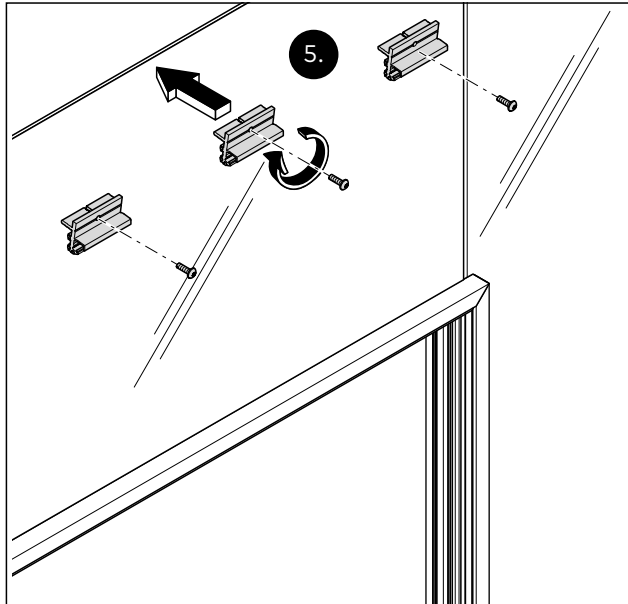

Abb. 31 Das Oberlicht waagrecht am Grundprofil des Aufnahmeprofils (oben) fixieren
6. Mindestens 3 Glas-Klemmstücke pro Meter am Grundprofil des Aufnahmeprofils mit einem Drehmoment von 5 Nm montieren (Abb. 31).